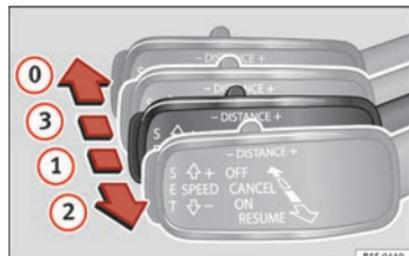

Fig. 202 A sinistra del piantone dello sterzo: terza leva per utilizzare il sistema di regolazione automatica della velocità.
È possibile attivare nuovamente l'ACC tirando la leva fino alla posizione ② » fig. 202.